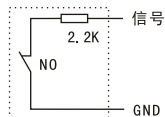
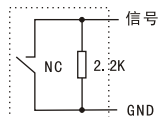

图 1
图 2
a. 在分机的背后有八组报警方式选择插针座，从左至右依次是：烟感、瓦斯、红外、门磁及四组自定义防区。这些插针座在安装时应根据连接情况作出适当的选择：不连接报警探头的插针应插上短路块，否则会一直报警；连接报警探头的插针应拔下短路块，否则不能正常处理警情。在报警探头中有些是开路报警NO式（无报警时控制触点常闭，报警时控制触点断开），有些是短路报警NC式（无报警时控制触点常开，报警时控制触点接通），当探头报警方式为NO式时，应在探头触点间串联一2.2K电阻（如图1）；当探头报警方式为NC时，应在探头触点间并联一2.2K电阻（如图2）。连接电阻时应将电阻连在靠近探头触点端，这样可使分机探头在遭到强行拆卸时能正常发出警报声。每组探头端口可接多个相同的探头监测多个地点，方法是：NO式探头报警触点串联连接（如图3）；NC式探头报警触点并联连接（如图4）。